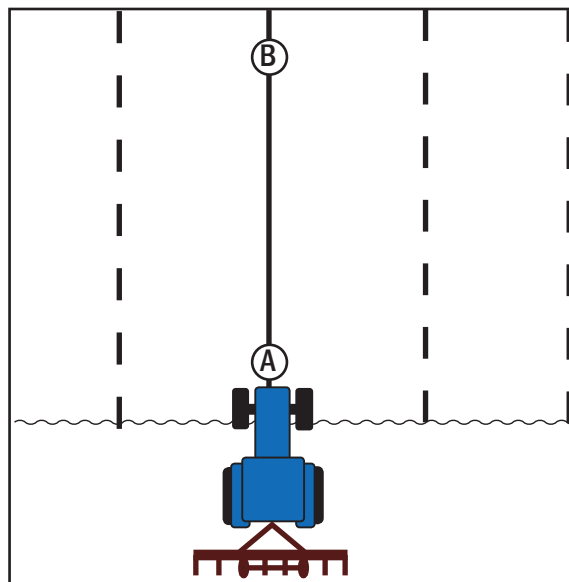

Abb. 148: Modus „Gerade AB-Spur“
- Sie können manuell („A + B“) oder mithilfe von Koordinaten („Lat/Lon“) zwei Punkte festlegen (siehe Abb. 148). Unabhängig von der tatsächlich gefahrenen Strecke, erstellt ULTRA GUIDANCE PSR ISO eine Gerade (Spur) durch die zwei Punkte.